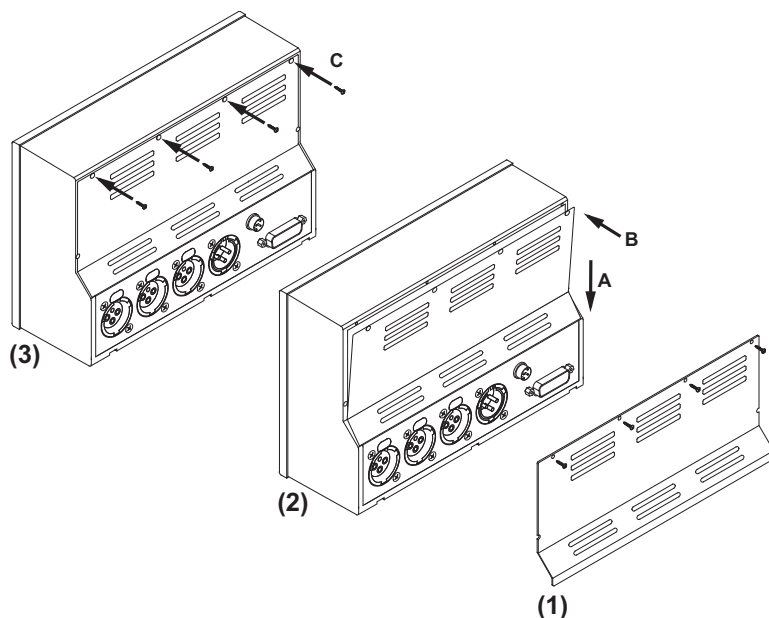

Bild 4-12: Befestigen der Abdeckplatte
15. Setzen Sie das hintere Abdeckblech zuerst am Anschlusspanel an (A) und klappen Sie es dann in die Gehäuseführungen (B). Fixieren Sie es mit vier Schrauben (C). (Bild 4-12)